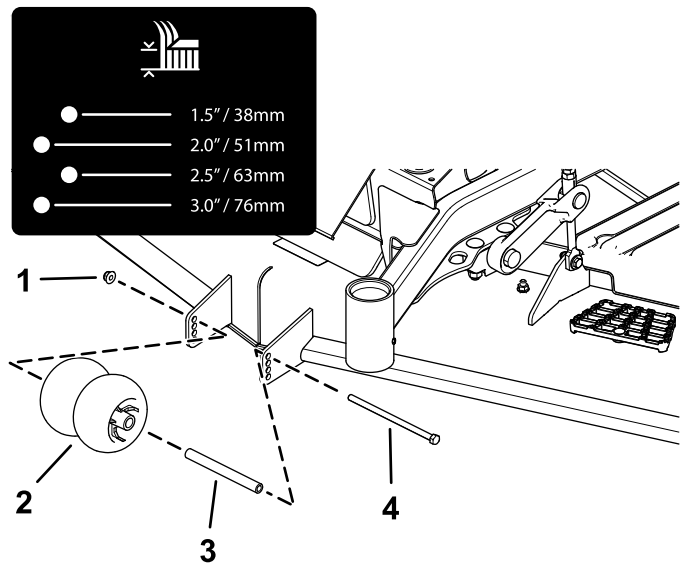
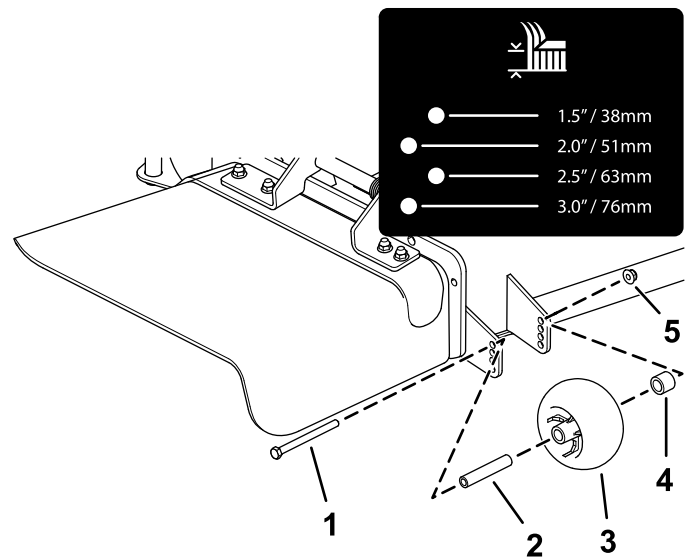
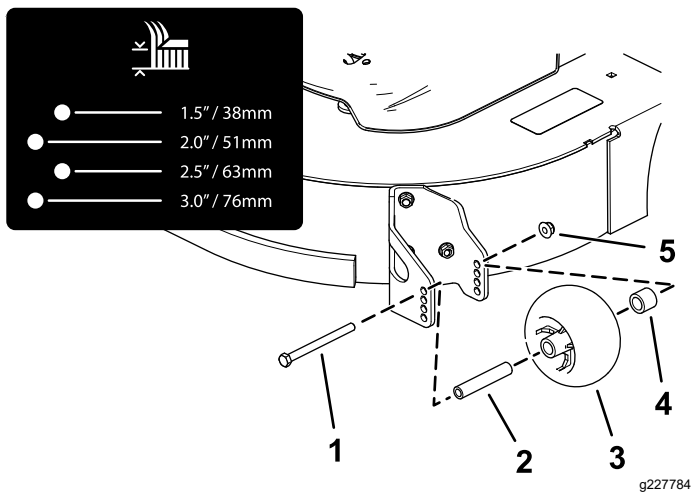
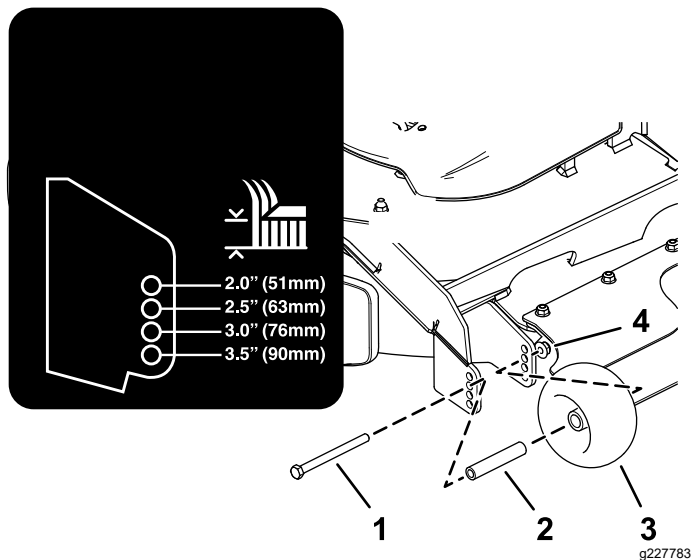

Figura 26
Figura 27
Figura 28
Figura 29
4. Ajuste los rodillos protectores del césped como se muestra en la Figura 26, la Figura 27, la Figura 28 y la Figura 29.